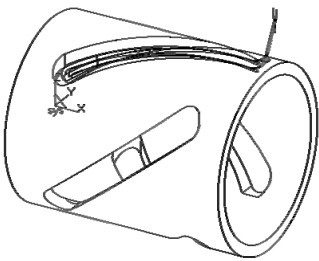

图 8-236 生成刀具轨迹
7) 单击拾取加工侧边方向后系统提示开始计算,生成图 8-236 所示轨迹。